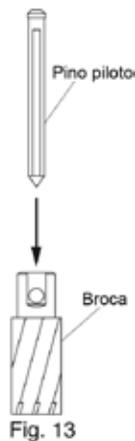

Fig. 13
(2) Insira o pino piloto apropriado para a fresa que você está usando, dentro da fresa (Fig 13)